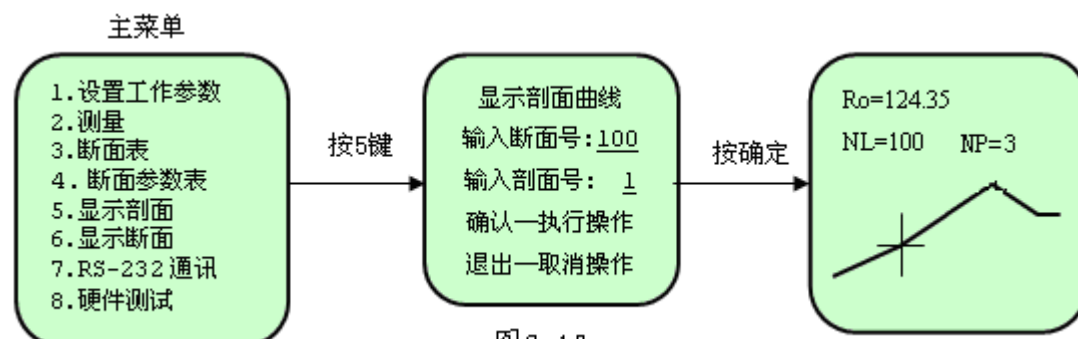

图 2-18
- ② 开机 准备测量。
- ③ 设置工作参数 若参数不变，跳过此步。
- ④ 启动测量 按本节前面说明操作。
- ⑤ 关机 节约用电、延长电池使用寿命。
① 显示剖面
a. 在主菜单下，按 $\boxed{5}$ 键，屏幕提示输入断面号（例如：100）、剖面号（例如：1），按 $\boxed{1}$ $\boxed{0}$ $\boxed{0}$ 、 $\boxed{\text{确认}}$ 键输入断面号，再按 $\boxed{1}$ 、 $\boxed{\text{确认}}$ 键输入剖面号。屏幕显示出100号断面的第1条剖面曲线（如图2-18）。